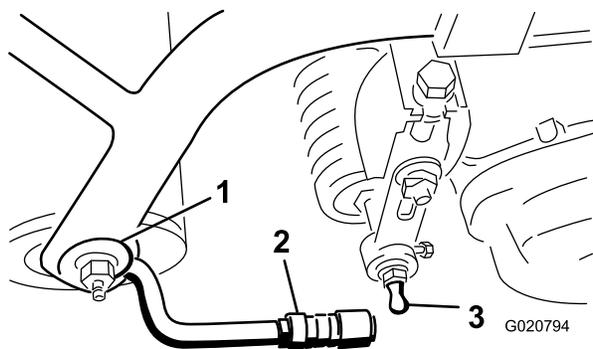

**Figura 7**
2. Faça deslizar a unidade de corte para debaixo da estrutura de apoio enquanto desliza o gancho de elevação para o braço de elevação (Figura 7).